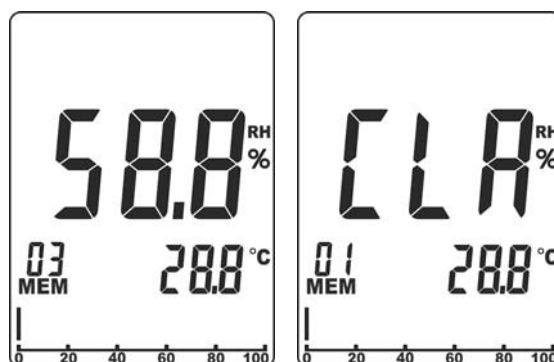

Fig. 4: Apagar a memória interna
1. Premir simultaneamente os botões ◀ e ▶. A indicação do espaço de memória atual (ver Fig. 4 – parte esquerda) fica intermitente no display.
2. Premir simultaneamente os botões ◀ e **MEM/ALM** durante pelo menos 3s. A mensagem “CLR” aparece no display e automaticamente o espaço de memória passa para o valor “01” (ver Fig. 4 – parte direita)